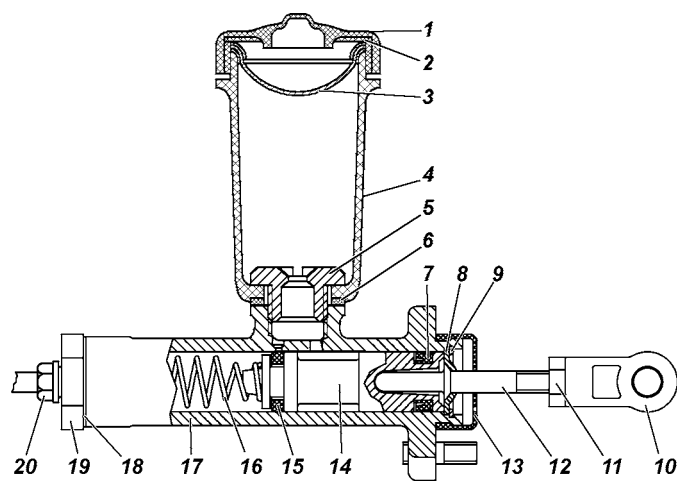

Рис. 5.4. Главный цилиндр выключения сцепления:
Положение педали выключения сцепления регулируется изменением длины толкателя 12 (рис. 5.4) главного цилиндра выключения сцепления. Полный ход педали сцепления должен быть 130 ± 20 мм. Свободный ход (5-8 мм) обеспечивается конструкцией сцепления и не регулируется.
- снимите крышку 1 (см. рис. 5.4) и сетку 3 наполнительного бачка;